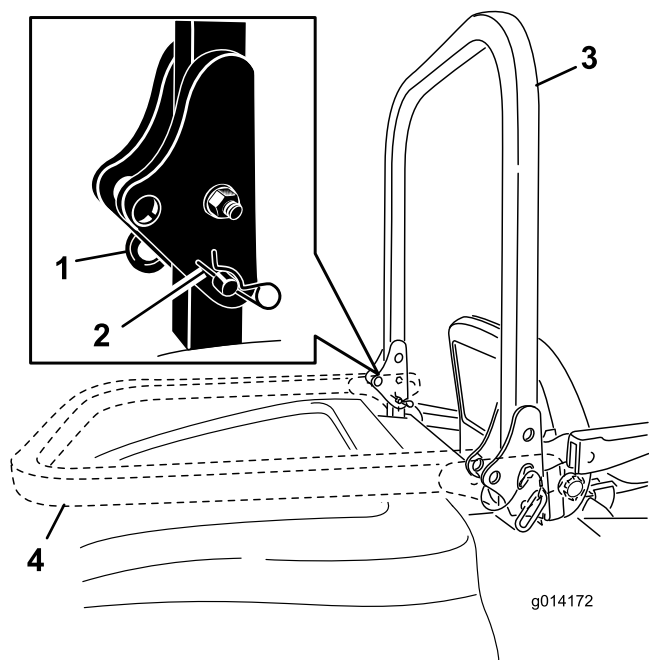

Figura 12
1. Para baixar a barra de segurança, retire os pernos de gancho, empurre a barra de segurança para a frente contra as molas e retire os dois pinos (Figura 12).
2. Baixe por completo a barra de segurança (Figura 12).
3. Instale os dois pinos e fixe-os com os contrapinos (Figura 12).
4. Para levantar a barra de segurança, remova os contrapinos e os dois pinos (Figura 12).
5. Levante a barra de segurança na vertical, instale os dois pinos e fixe-os com os contrapinos (Figura 12).